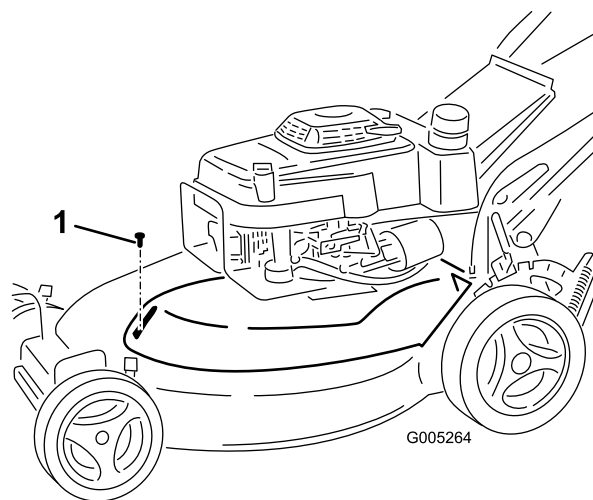

Figura 31
3. Retire el tornillo que fija la cubierta de la correa a la carcasa del cortacésped (Figura 31).